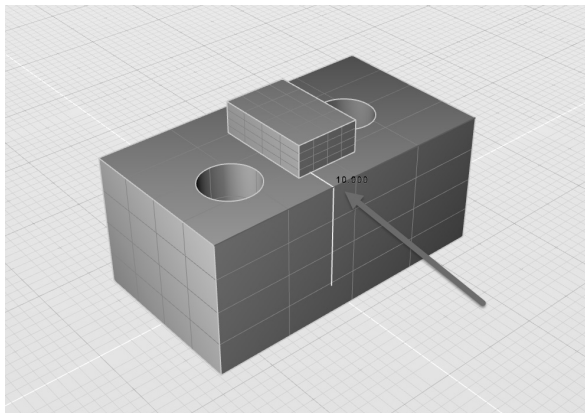

图 4-168 设定倒圆角的边及半径
2) 激活“倒圆角”工具，仅选中图 4-168 中的边施加倒圆角，设定倒圆角半径为“10cm”。